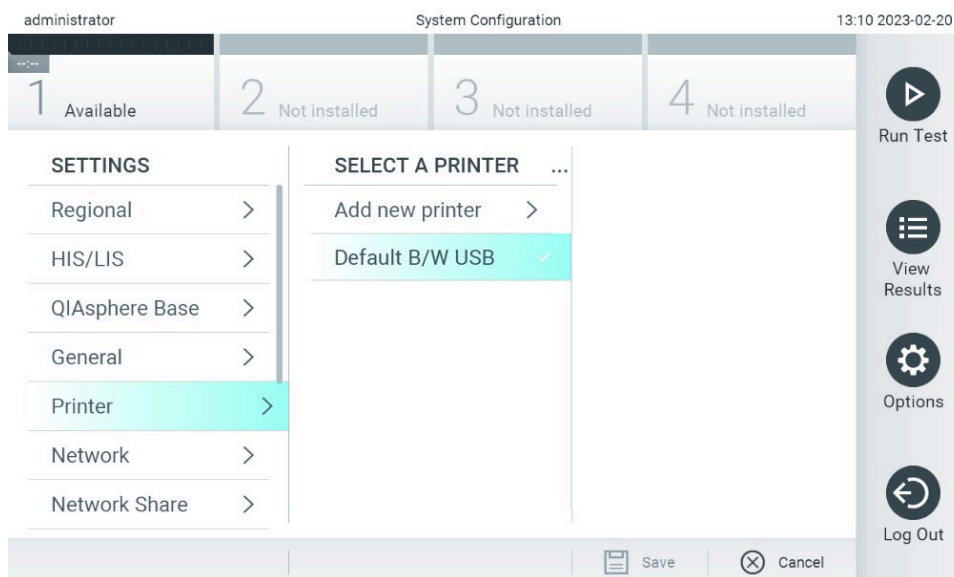

Abbildung 66. Auswahl eines Systemdruckers.
3. Wählen Sie einen Drucker aus der Liste der verfügbaren Drucker aus (Abbildung 66).